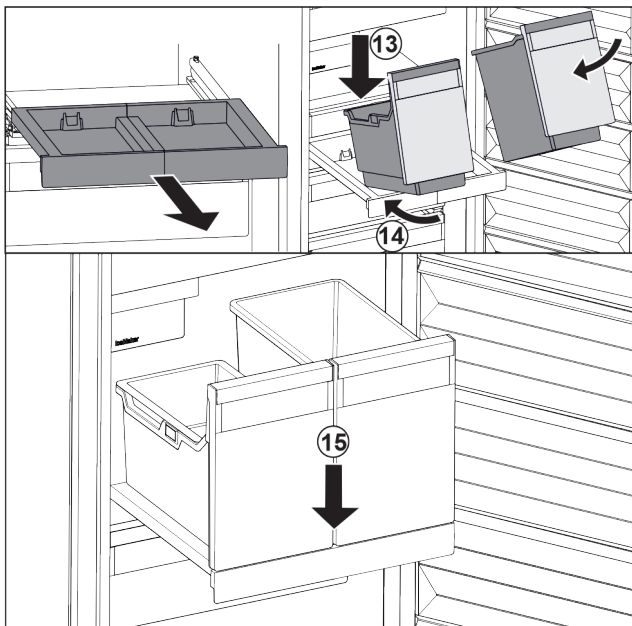

Fig. 86
- ▶ Posodo položite na izvlečno polico v poševnem položaju. Fig. 86 (13)
- ▶ Posodo potisnite v poševnem položaju proti zadnji strani. Fig. 86 (14)
- ▶ Posodo odložite spredaj. Fig. 86 (15)